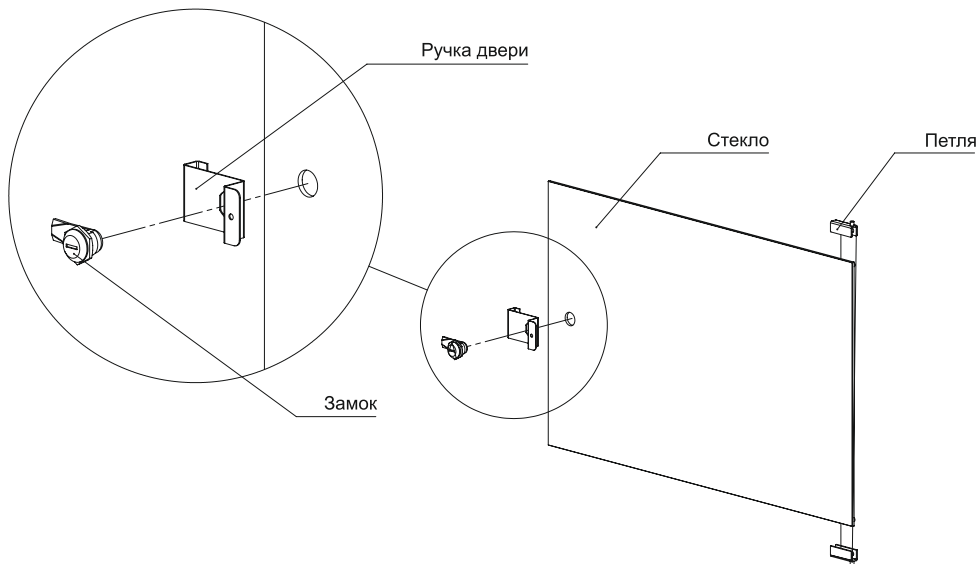

Рисунок 3
4.3.3.1 Вставьте в отверстие ручки двери замок, предварительно скрутив с него гайку. Установите ручку двери с замком в отверстие стекла и закрепите гайкой (Рисунок 3).